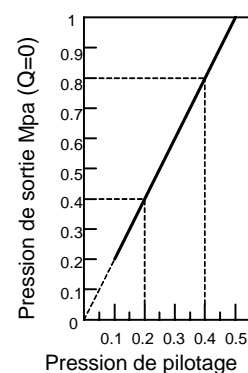

Fig.5 Caractéristiques de performance
- b) Reportez-vous à la Fig.5 pour connaître la relation entre la pression de pilotage et la pression en aval.